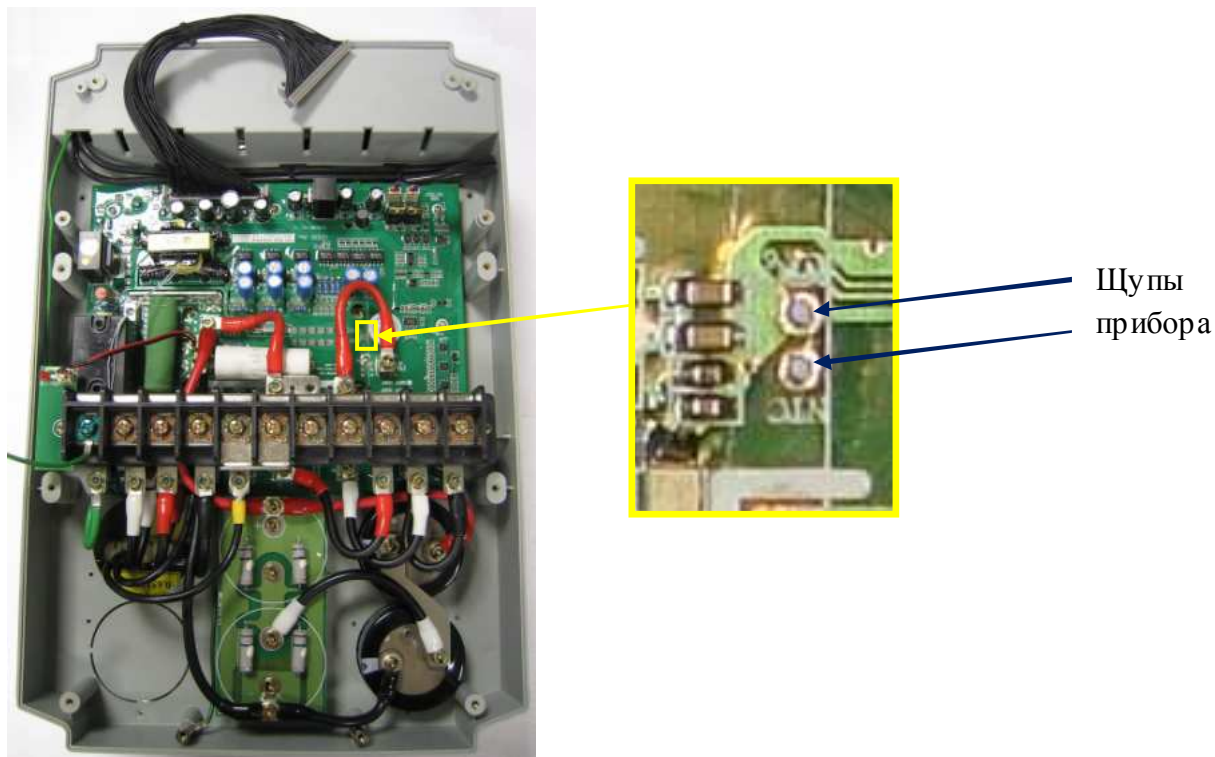

Рис. 4.7. Проверка термодатчика
4.7.8. Проверить исправность термодатчика матрицы. Установить мультиметр в режим измерения сопротивления на пределе 20 кОм. Измерить сопротивление цепи на плате драйверов между контактами, обозначенными NTC, как показано на рис. 4.7. Сопротивление должно быть в пределах от 4 до 6 кОм.